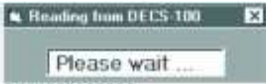

Figure 5-5 : Boîte de dialogue Patientez
- Figure 5-5. Ecran d'Etablissement de Communication 5-2
BESTCOMS peut afficher la boîte de dialogue de la Figure 5-5 au moment de l'initialisation de la communication avec le DECS-100, de l'obtention des paramètres de configuration du DECS-100 ou en exécutant d'autres tâches. Il faut attendre que la boîte disparaisse avant d'exécuter les commandes de communication. Si vous lancez des commandes alors que la boîte de dialogue Patientez est présente, cela risque d'interrompre la communication entre BESTCOMS et le DECS-100.